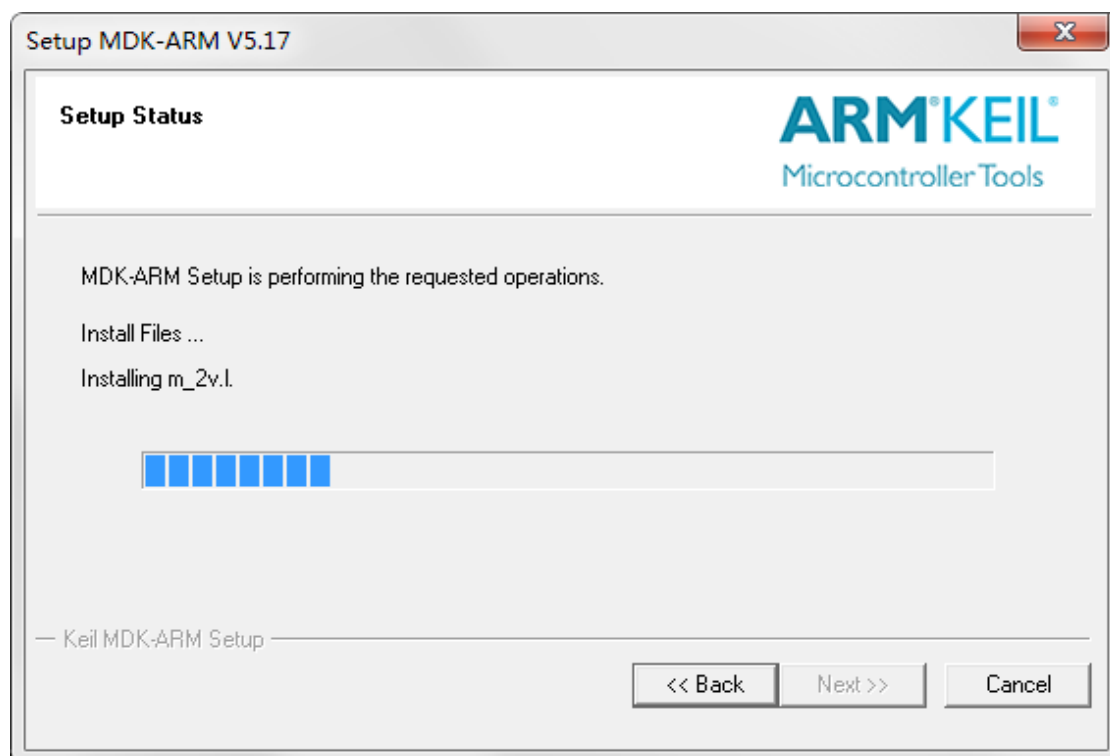

图 2.9 MDK-ARM 安装进行中
- (5) 接下来, MDK-ARM 便开始安装。如图 2.9 所示。